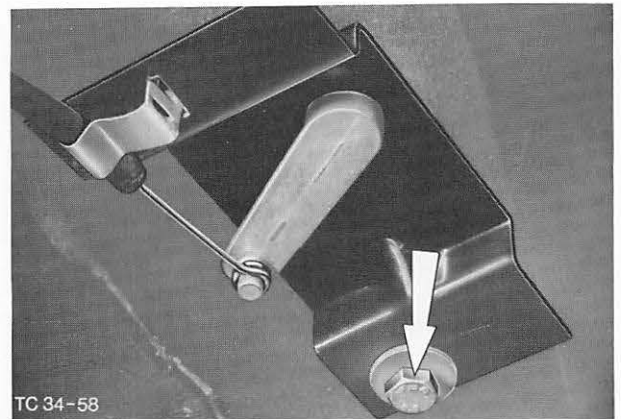

Abb. 29 Halter komplett mit Betätigungshebel abbauen (Nur Standard- und H.D.-Heizung)
3. Fußraumabdeckung ausbauen. Halter für Betätigungshebel der Temperatur-Regulierklappe vom Windlauf abschrauben (1 Schraube, Abb. 29). Hebel komplett mit Halter vom Vierkant der Regulierklappenwelle abziehen.